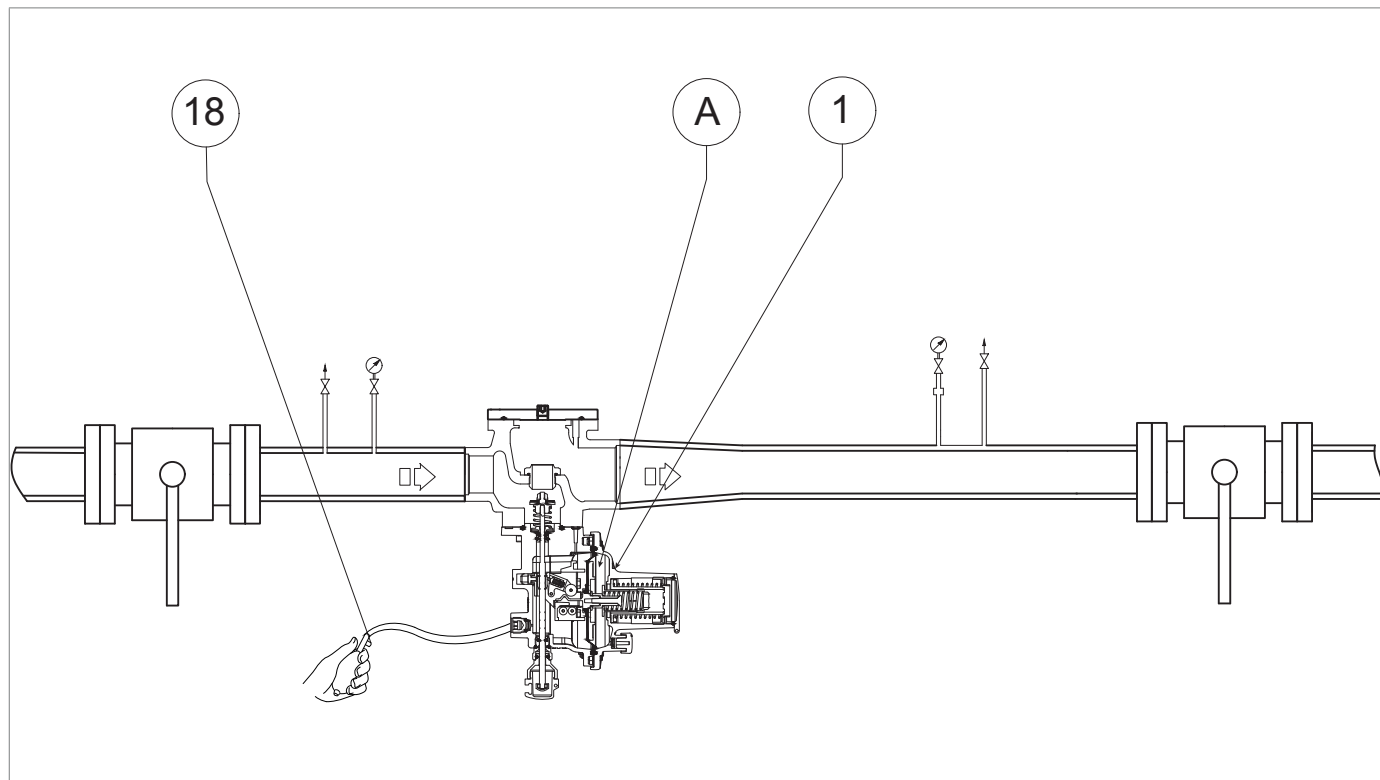

Fig. 8.16. Pressurizzazione fonte esterna DILOCK installata singolarmente
1	<p>Aumentare la pressione nel corpo del pressostato (C) per verificare la corretta taratura dello stesso, utilizzando una fonte di pressione esterna (Fig. 8.16).</p> <div style="border: 1px solid blue; padding: 5px;"> <p>! AVVISO!</p> <p>Controllare la pressione facendo riferimento al manometro di valle (Fig. 8.14, rif. 5).</p> <p>Se la valvola di blocco:</p> <ul style="list-style-type: none"> <li>• interviene prima del valore di pressione previsto: avvitare (senso orario) la ghiera di regolazione (13) così da comprimere maggiormente la molla (11);</li> <li>• non interviene al valore di pressione previsto: svitare (senso antiorario) la ghiera di regolazione (13), così da scaricare la molla (11).</li> </ul> </div>
5	Per riarmare la valvola di blocco, aumentare la pressione di valle (Pd) della linea, utilizzando una fonte di pressione esterna (Fig. 8.16).